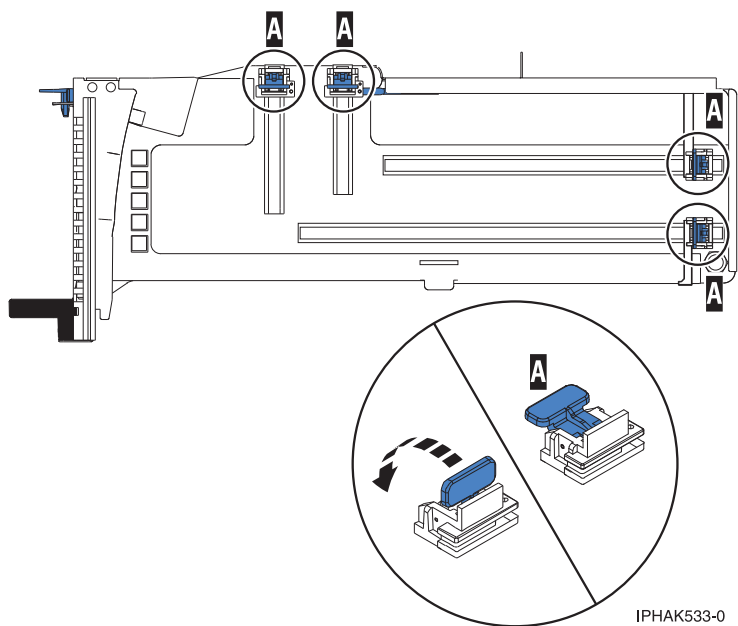

図 142. アダプター保持具
- b. アダプターを取り付けられるように、必ずすべてのアダプター保持具 (A) をカセットの端に押し出しておいてください。 178 ページの図 142を参照してください。